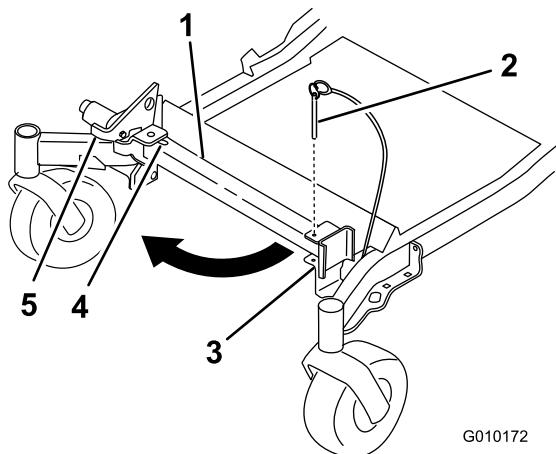
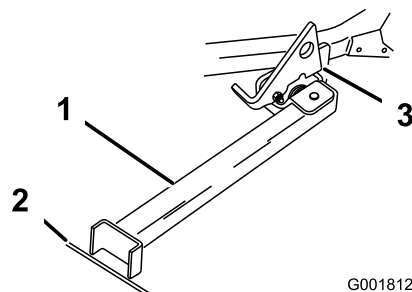

Figura 40
Figura 41
2. Retire o pino do suporte (Figura 40).
4. Rode o pé do apoio e deslize-o em direção à máquina, no fundo da ranhura (Figura 40 e Figura 41).
5. Coloque o pé do apoio no terreno e pouse o trinco na patilha rotativa (Figura 41).
Nota: Para obter melhores resultados, coloque o pé do apoio nos passeios ou na relva (Figura 41).
7. Conduza a máquina para o apoio. Pare quando o trinco passar pela patilha para posição bloqueada (Figura 41).
5. Coloque novamente o apoio na posição de descanso (Figura 40).